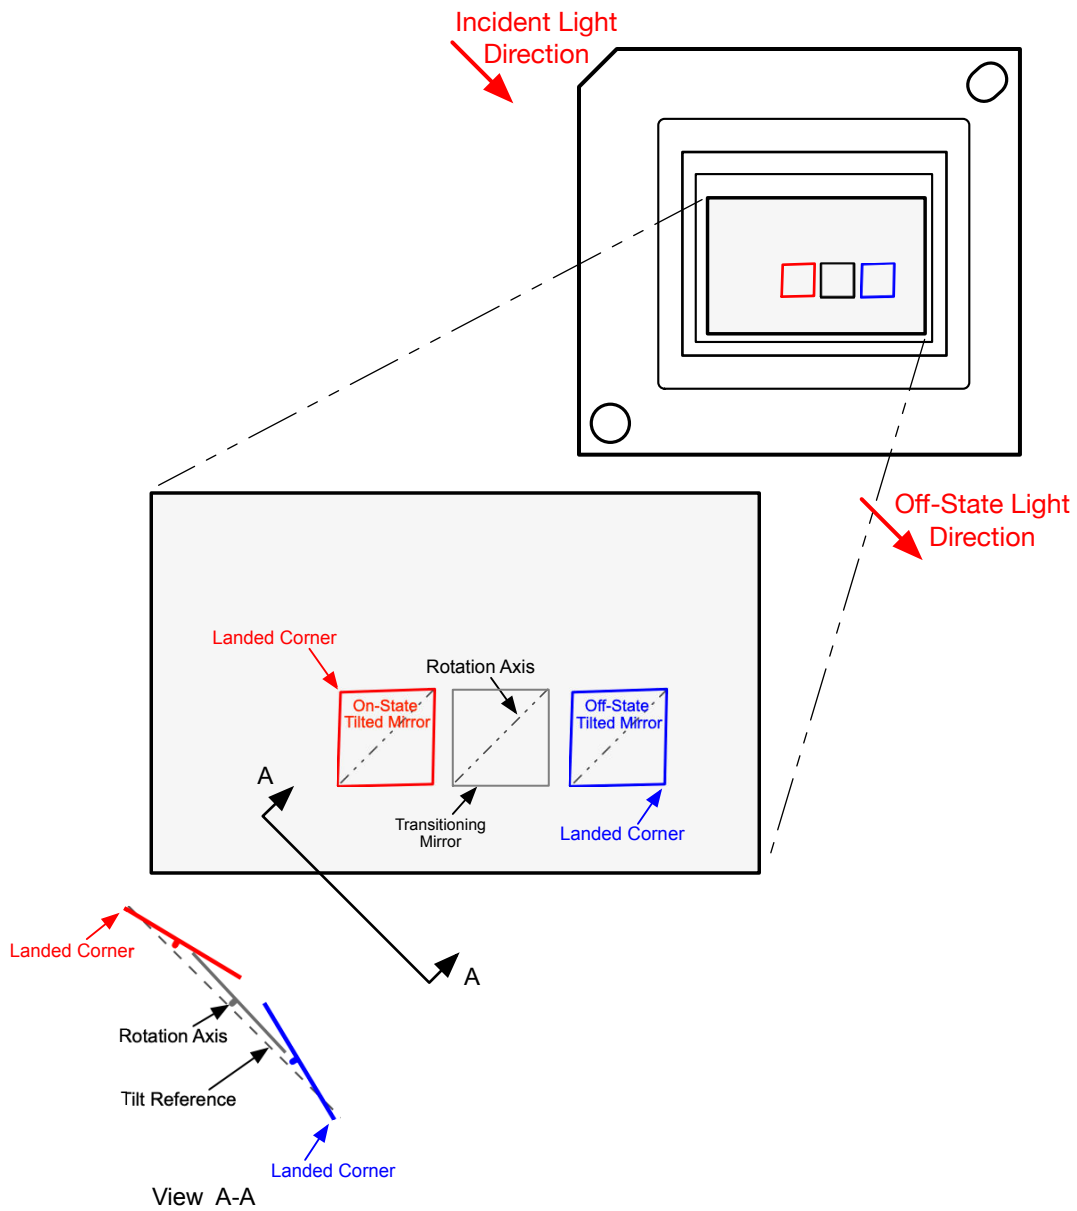

図 5-11. マイクロミラーの着地方向と傾き
(1) マイクロミラー アレイ全体から形成されるプレーンを基準として測定されます。
- (2) マイクロミラー アレイとパッケージのデータ間には、さらに大きな変動があります。
- (3) 同じデバイス上または異なるデバイス上に配置された任意の 2 つの個別マイクロミラー間で発生する可能性のある変動を表しています。
- (4) 一部のアプリケーションでは、システム全体の光学設計においてマイクロミラーの傾斜角の変動を考慮することが重要です。一部のシステム光学設計では、デバイス内のマイクロミラーの傾斜角が変動すると、マイクロミラー アレイから反射された光磁界では不均一性が認識される場合があります。一部のシステム光学設計では、デバイス間でマイクロミラーの傾斜角が変動すると、色測定のパラツキ、システム効率のパラツキ、またはシステムコントラストのパラツキが生じる場合があります。
- (5) 図 5-11 を参照してください。
- (6) マイクロミラーがある着地状態から反対側の着地状態に公称遷移するために必要な時間。
- (7) マイクロミラーの連続する遷移間の最小時間。
- (8) 受け入れ条件: すべての DMD 画像性能リターンは、以下の投影画像試験条件を用いて評価されます:
- (9) 明るいピクセルの定義: シングルピクセルまたはミラーがオン位置に固定され、周囲のピクセルよりも目に見えて明るいこと